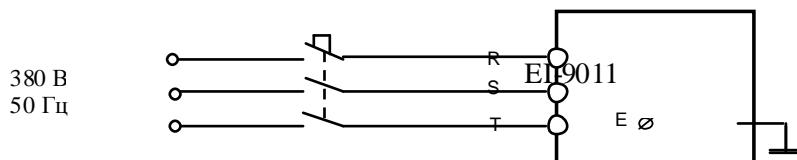

Рис. 4.16. Подключение ПЧ к сети 3Ф 380В
- 4.13.3. Подать напряжение питания 3Ф ~380 В на преобразователь, как показано на рис. 4.16.